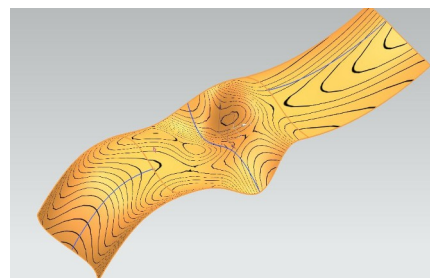

рис.53
- Забегая вперед, на рис.53 мы показали результат проверки качества стыков. Подробнее об этом смотрите далее параграф «Различные анализы в системе NX».